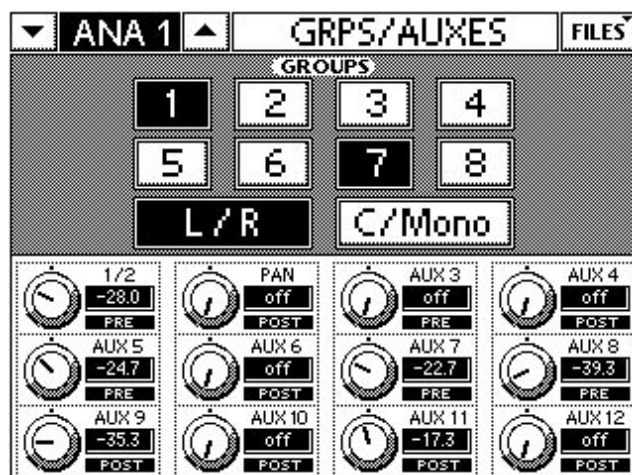

Figure 2-8 Page GRPS/AUXES
7. Appuyez sur la touche QuickMix **GRP/AUX** pour afficher la page GRPS/AUXES (Figure 2-8).